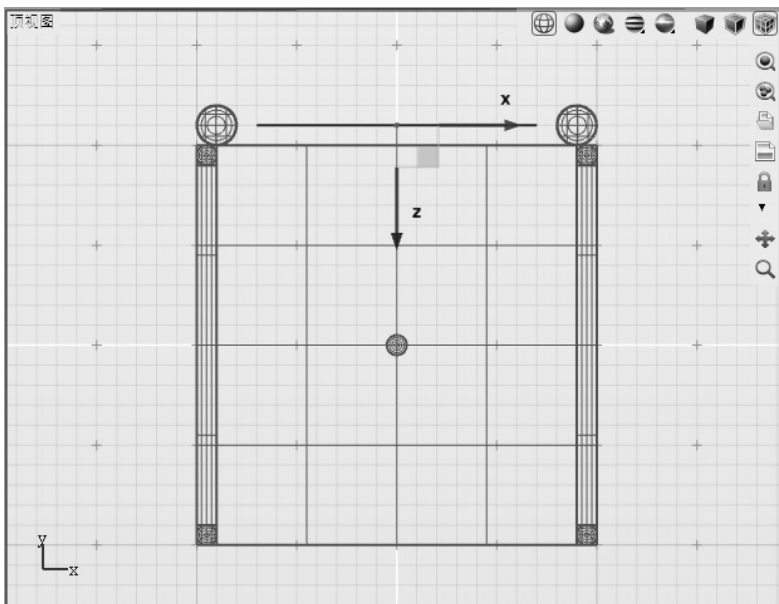

图 5-28 平移椭圆位置
5) 保持该椭圆仍处于选中状态,并切换至顶视图。按〈W〉键激活“平移”工具。在控制面板中,调整椭圆在 Z 轴方向移动-11cm,如图 5-28 所示。